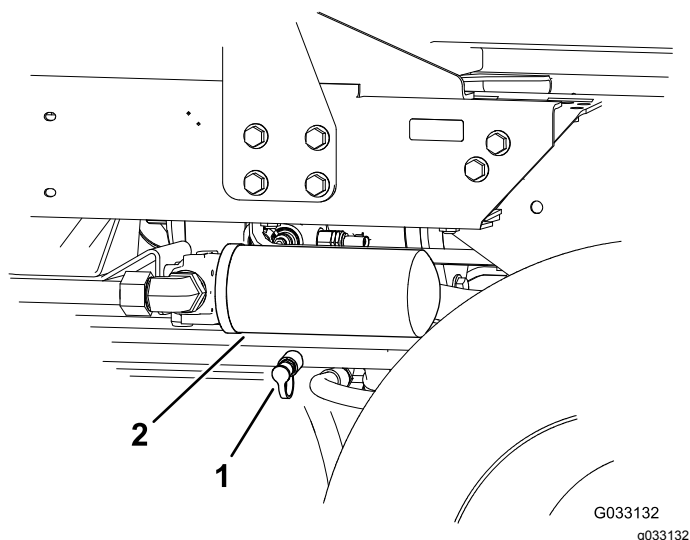

Figura 39
2. Ligue um tubo hidráulico entre o encaixe de diagnóstico instalado no coletor da tração traseiro e a porta de teste de pressão da tração traseira (Figura 39).